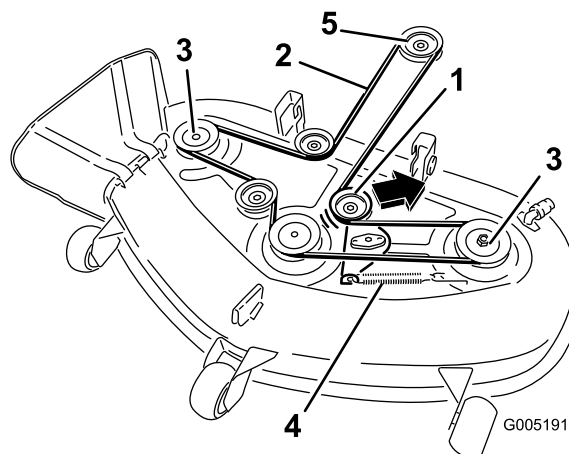

Figure 47
5. Tirez la poulie de tension dans la direction indiquée à la Figure 47 et retirez la courroie des poulies.
6. Acheminez la courroie neuve autour de la poulie du moteur (Figure 47).
7. Tirez la poulie de tension dans la direction indiquée à la Figure 47 et acheminez la courroie autour de la poulie de tension (Figure 47).